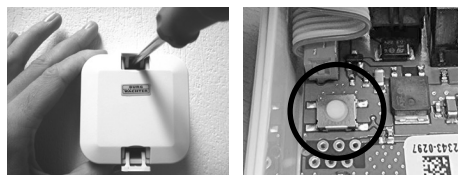

Fig. 19 : Desserter l'extenseur Fig. 20 : Appuyer sur la touche
- Desserrez les couvercles des gaines à vis et détachez le RFID EXTENDER du mur (Fig. 19).